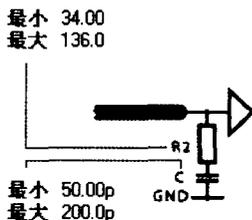

图 12-36 地端并阻、并容补偿
- **【Res and Cap to GND】**: 地端并阻、并容补偿,如图 12-36 所示。即在接收输入端对地并联一个电容和一个电阻,与地端仅仅并联电容的补偿效果基本一样,只不过在终结网络中不再有直流电流流过。当时间常数 RC 大约为延迟时间的 4 倍时,这种补偿方式可以使传输线上的信号被充分终止